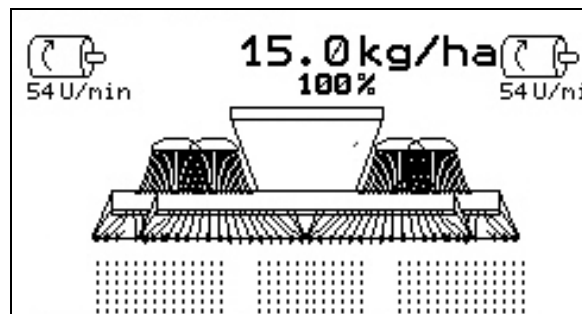

Fig. 61
- Fördoseringen förser skivbillarna med utsäde under den tidsperiod som har angivits (Fig. 61).